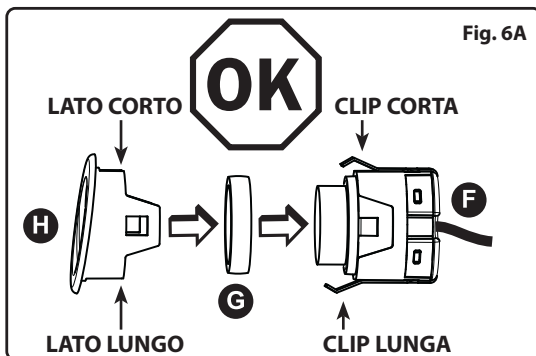

Fig. 6A
Prima di verniciare è indispensabile l'utilizzo di primer specifici e prima di estrarre i sensori dalla maschera di cartone verificare la completa essiccazione della vernice, quindi assemblare i componenti come illustrato in Fig. 6A.
**!** Dopo la verniciatura montare i sensori facendo in modo che il lato con la clip metallica più lunga risulti dal lato più lungo del supporto plastico (Fig. 6A).